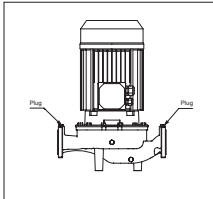

РИС. 4: Для проверки наполнения насоса требуются заглушки
- а) удалите заглушку/шестигранную пробку, расположенную наверху корпуса насоса (РИС. 4);